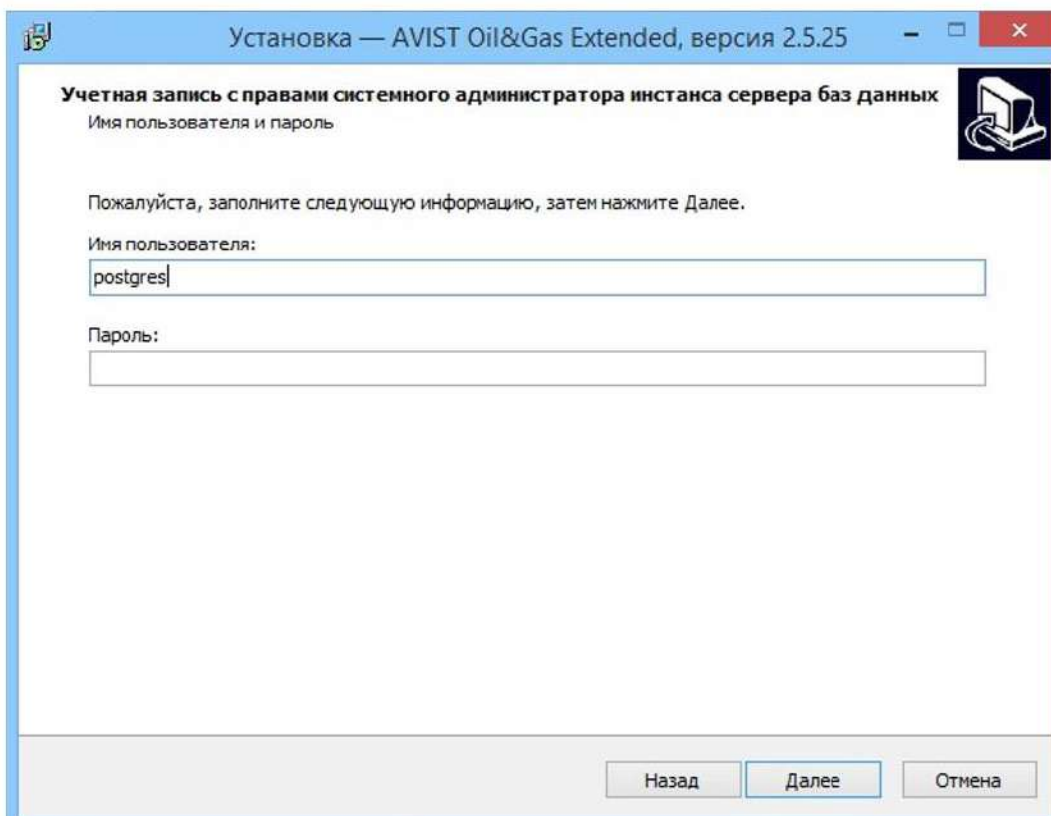

Рисунок 55 - Окно ввода данных учетной записи с правами администратора экземпляра Сервера баз данных
- 10) Ввести данные учетной записи, обладающей правами администратора экземпляра Сервера баз данных, нажать кнопку «Далее» (Рисунок 55).